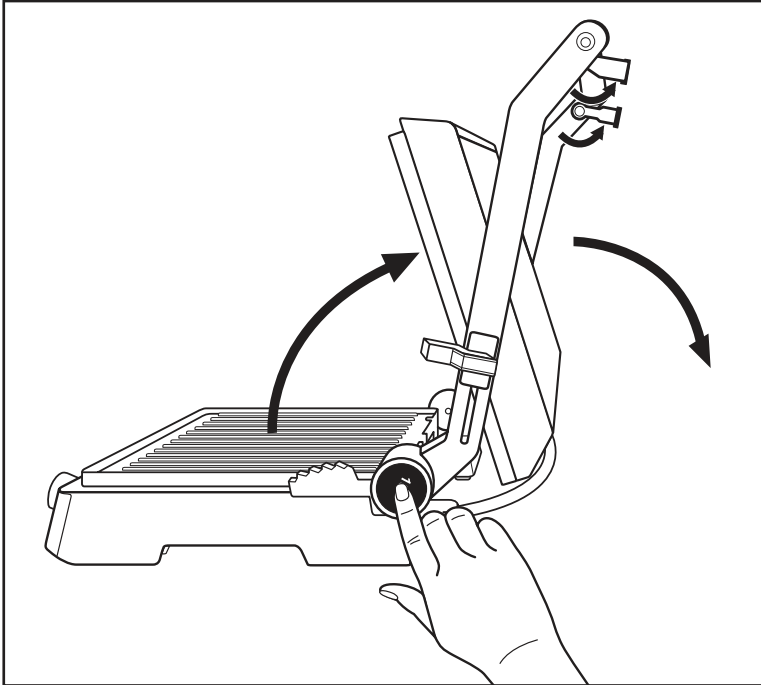

Abb. 1
- 1) Klappen Sie die beiden Stützfüße ❶ aus (Abb. 1).
- 2) Drücken Sie die Entriegelungstaste 180° ❸ (Abb. 1) und öffnen Sie den Gerätedeckel so weit, dass beide Heizplatten ❷ als Tischgrill benutzt werden können.